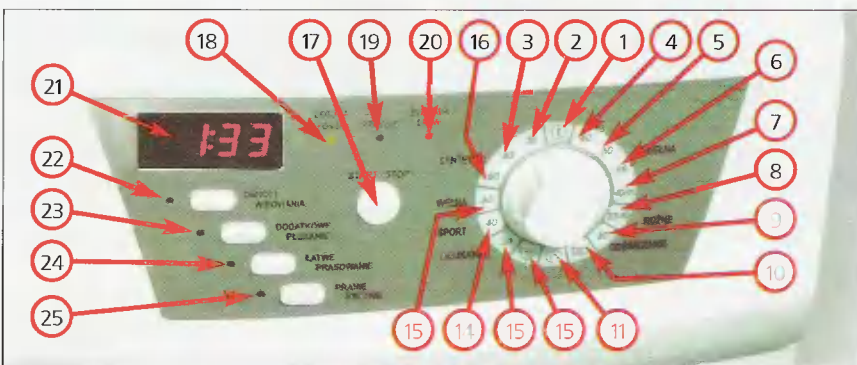

Рис. 1
- устанавливают переключатель программ в положение 1 (рис. 1);